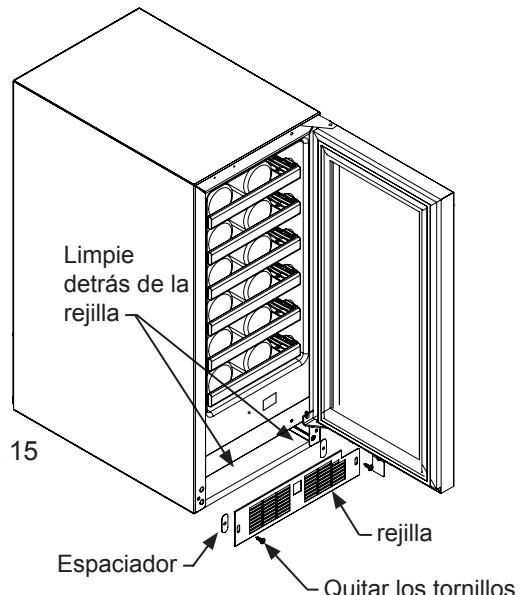

Figura 15
8. Quite la rejilla frontal de protección (vea las Figura 15) y limpie la suciedad y desperdicios de detrás de la unidad mediante un cepillo y una aspiradora.